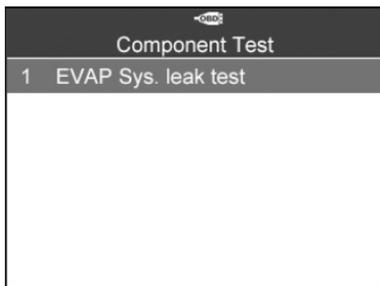

Figura 6.24
- Attendere che lo strumento carichi la schermata del menu **Test Componente**. (Figura 6.24)